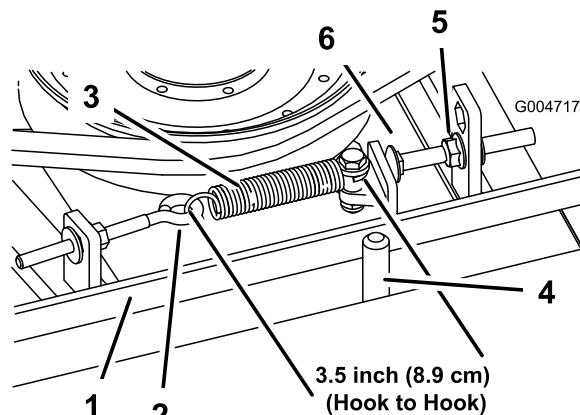

Figure 64
jusqu'à obtenir un jeu approximatif de 3 +1,5/0,0 mm entre la tête du boulon et le bras de la poulie de tension (Figure 64).
Remarque: La courroie doit être placée du côté ressort du guide (Figure 64).
2. Desserrez le boulon à œil pour pouvoir enlever le ressort d'extension (Figure 64).
3. Desserrez l'écrou à embase qui fixe le boulon de butée à la patte de montage. Reculez l'écrou suffisamment pour que le bras de la poulie de tension passe le boulon de butée (Figure 64). Éloignez la poulie de tension de la courroie pour détendre cette dernière.
8. Raccrochez le ressort d'extension (Figure 64) au boulon à œil et tendez la courroie comme suit :